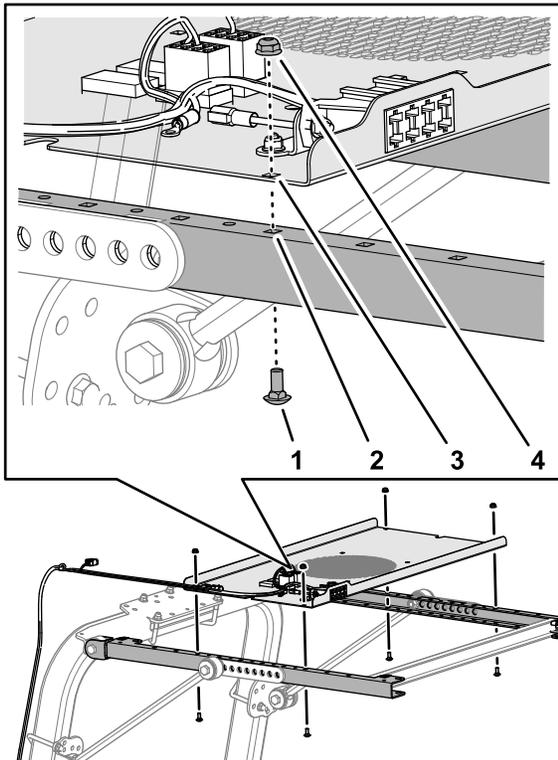

Figura 8
1. Alinhe os furos quadrados no painel de interruptores com os furos quadrados nos dois canais laterais da estrutura do toldo como se mostra em Figura 8.
2. Monte o painel de interruptores nos canais laterais da estrutura (Figura 8) com os quatro parafusos de carroçaria (n.º 10 x ½ pol.) e quatro porcas de bloqueio flangeadas (n.º 10).